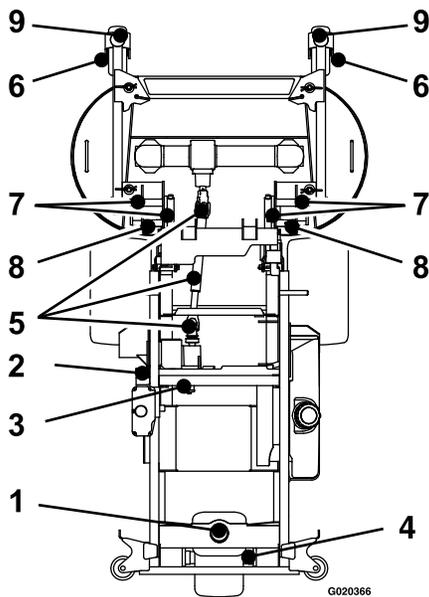

Bild 28
5. Fetten Sie den Spannarm des Pumpenriemens ein (Bild 28).